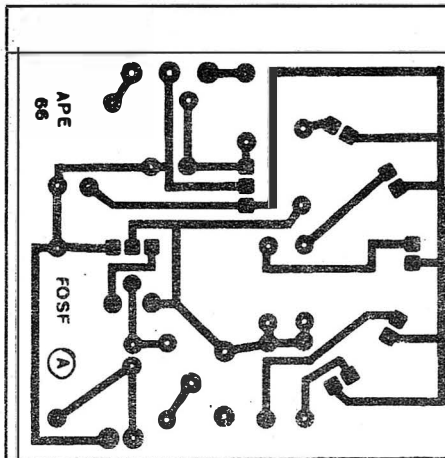

Fig.3
- FIG. 3 - LAY OUT DO CIRCUITO IMPRESSO ESPECÍFICO (MÓDULO A - TRANSMISSOR) - Aqui, embora a compactação seja também desejada, a miniaturização não é tão perseguida quanto no módulo receptor... Mesmo assim, procuramos manter o desenho tão sintético e pequeno (sem *esprementos*, contu-